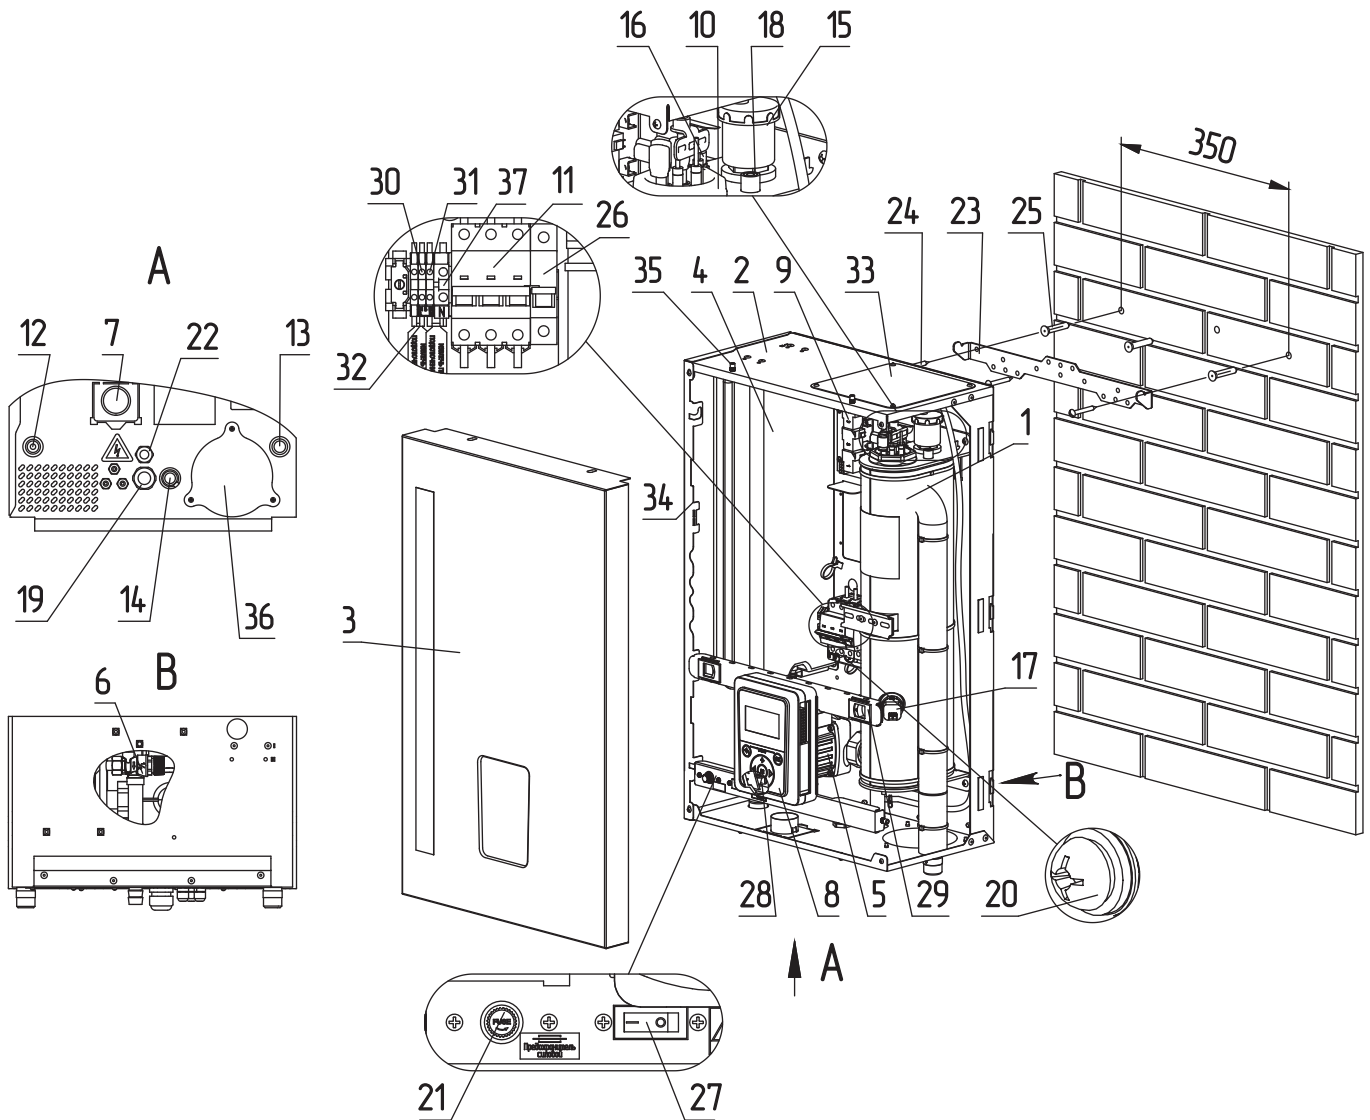

Рис.4 Устройство электрического котла ZOTA МК-X 4,5-24 кВт
Закрепите настенный кронштейн на вертикальной поверхности в необходимом месте с помощью шурупов, входящих в комплект, и установите на него котел, как показано на **Рис.4, 5**;
- извлечь перемычки (**Рис.4, 5, поз.32**);
- подключить провода фазы «L» к колодке (**Рис.4, 5, поз.30**);
- подключить провода нейтрали «N» к колодке (**Рис.4, 5, поз.31**).
- включить вводной автомат (**Рис.4, 5, поз.11**) вместе с расцепителем в верхнее положение;
- перевести выключатель (**Рис.4, 5, поз 27**) в положение ВКЛ;